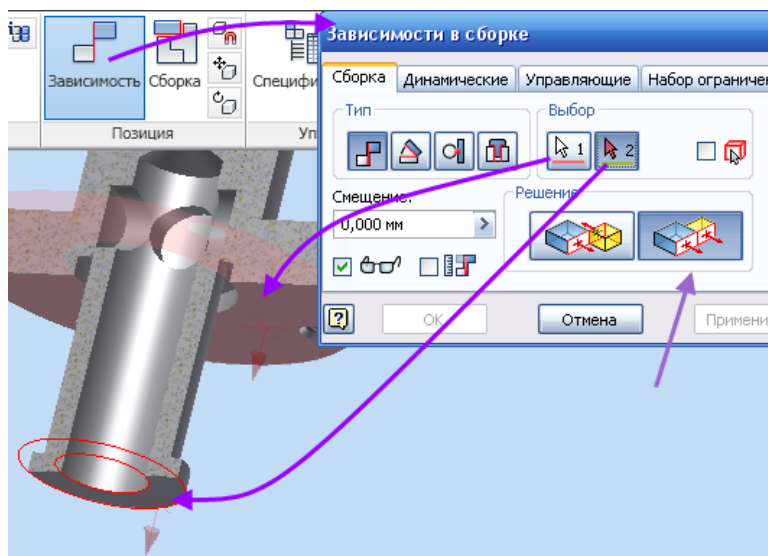

Рис. 3.70. Установка пробки в корпус
- В диалоговом окне **Зависимость в сборке** выберите в поле тип →  **Совмещение** → в поле **Решение** →  (**Заподлицо**) (рис. 3.70).
- Выберите щелчком мыши торцевую плоскость корпуса, затем торцевую плоскость пробки (рис. 3.70).